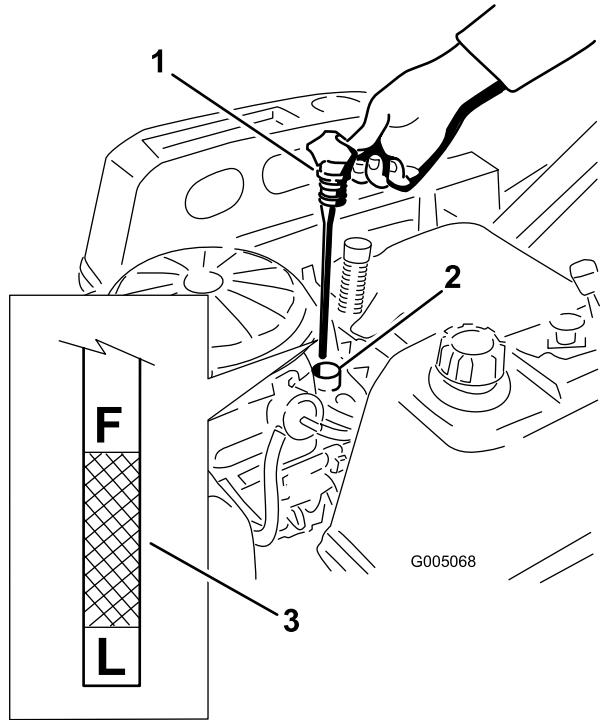

Figura 27
- Tirate e rimuovete il tappo dell'olio/l'asta di livello; rimuovete l'olio. Reinserite l'asta di livello e premete con forza in sede (Figura 27).
- Rimuovete l'asta e controllate il livello dell'olio (Figura 27).
- Versate lentamente nel tubo di rifornimento (Figura 27) l'80% circa dell'olio indicato.
- Montate il tappo dell'olio e l'asta di livello e spingete saldamente in sede (Figura 27).
- Controllate il livello dell'olio (Figura 27); vedere Controllo del livello dell'olio.
- Girate la valvola di spurgo di 1/4 di giro in senso antiorario per aprirla e lasciate defluire l'olio (Figura 29). Togliete il tappo/asta del rabbocco dell'olio (Figura 27).